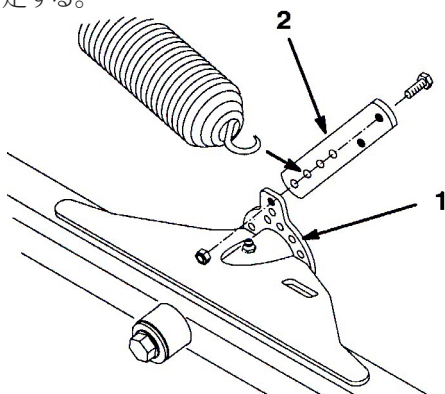

図 13
1. 前カッティングユニットの昇降タブのそれぞれの後方の内側にスプリング・アンカーを取り付け、キャップスクリュー 2 本 (1/4 x 3/4 in) とロックナットで図13のように固定する。
2. 前カッティングユニットについては、スプリングを、スプリング・アンカーの下から 2 番目の穴 (# 3 位置) に取り付ける (図13)。